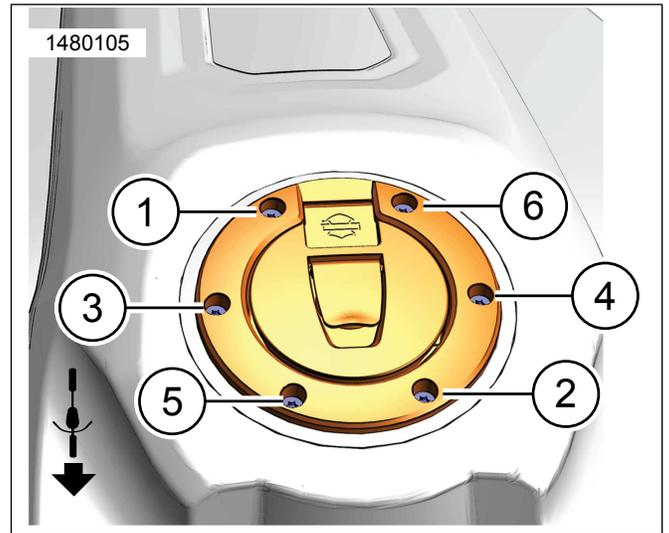

Figure 10. Bouchon de verrouillage de réservoir de carburant rond installé/serrer au couple en séquence
- Voir la figure 10. Installer l'ensemble bouchon de verrouillage de réservoir de carburant rond (2) avec les vis Équipement d'origine (1).
- Voir la figure 10. Serrer les vis au couple en séquence . Serrer.